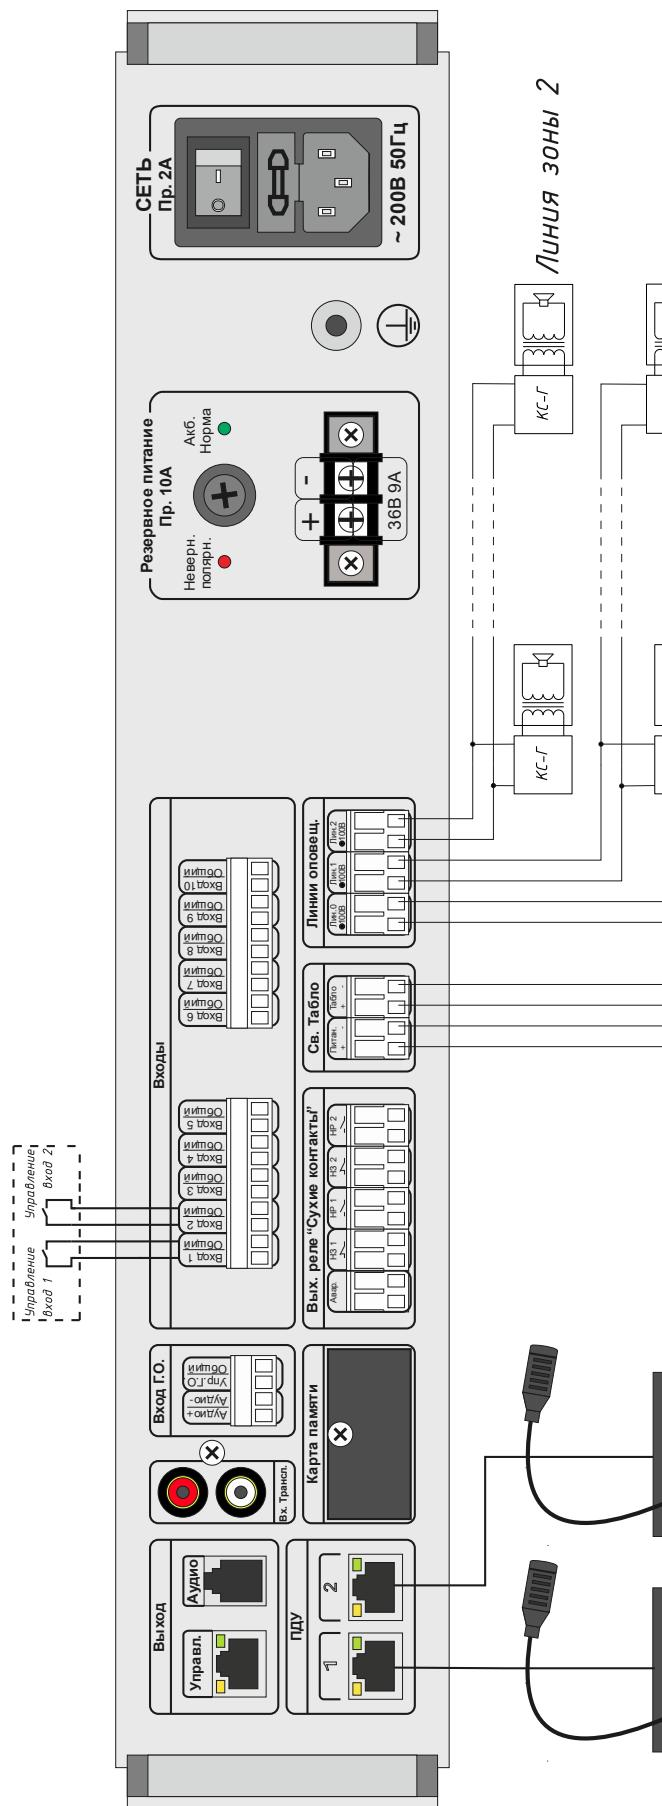

Рис. 2.37 Типовой вариант подключения *устройства* при автономной работе
2.3.2.6 Производят подключение к *устройству* следующих внешних цепей (см. Рис. 1.1 и Рис. 2.37):